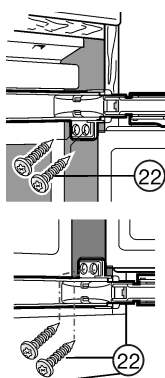

Fig. 27
- ▶ visser de longues vis à panneaux de particules Fig. 27 (22) en haut et en bas à travers les pattes de fixation des charnières.